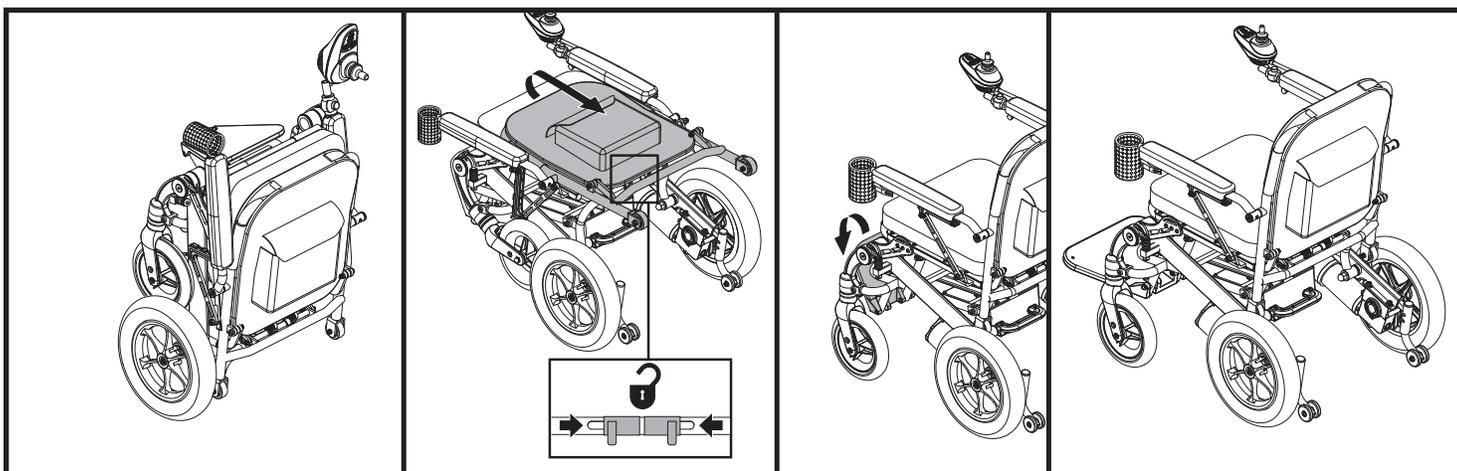

Figura 8. Aprire la iGo+®
2. Posizionare una mano sulla parte superiore dello schienale e spingerlo verso il basso stringendo contemporaneamente insieme i perni del meccanismo di bloccaggio. **Vedere figura 8.**